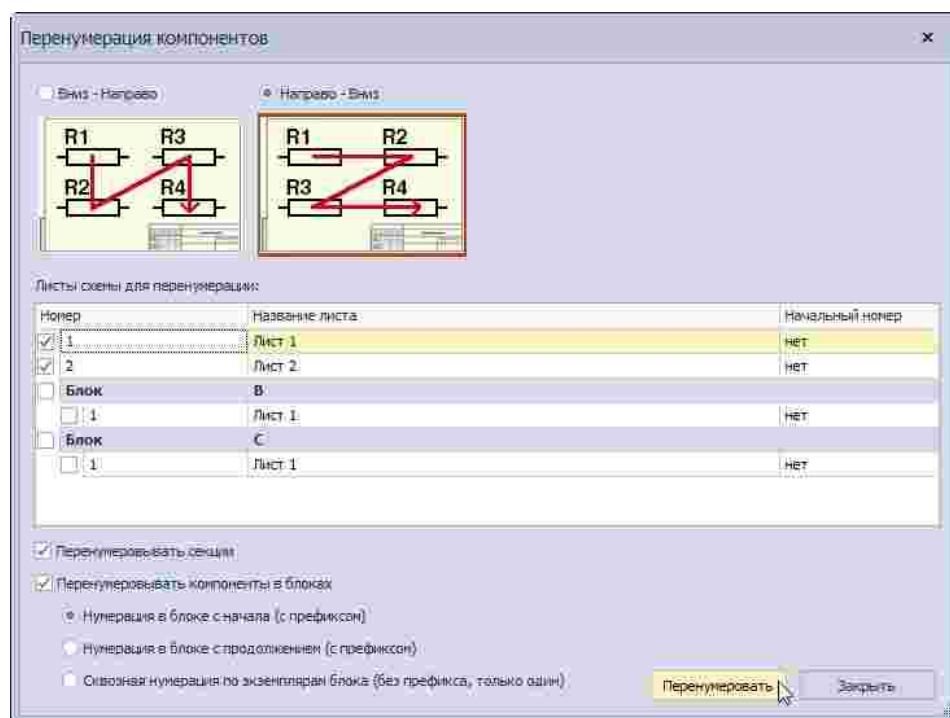

Рис. 191 Окно «Перенумерация компонентов»
3. Установить в окне «Перенумерация компонентов» необходимые настройки – выбрать направление выравнивания. Порядок перенумерации соответствует направлению стрелок: «Вниз-направо», либо «Направо-вниз» относительно оси Y, см. Рис. 191.